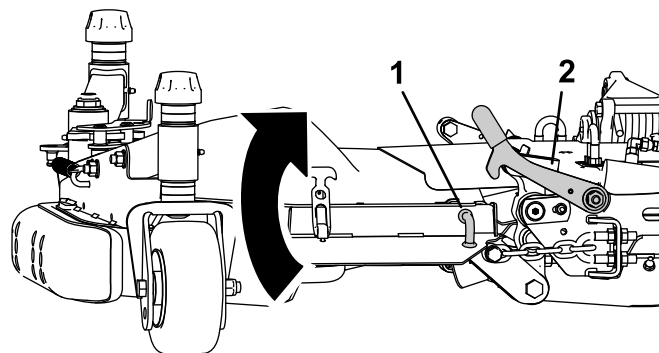

Figura 7
1. Eleve a aba lateral e prenda o pino do trinco à pega do trinco (Figura 7).